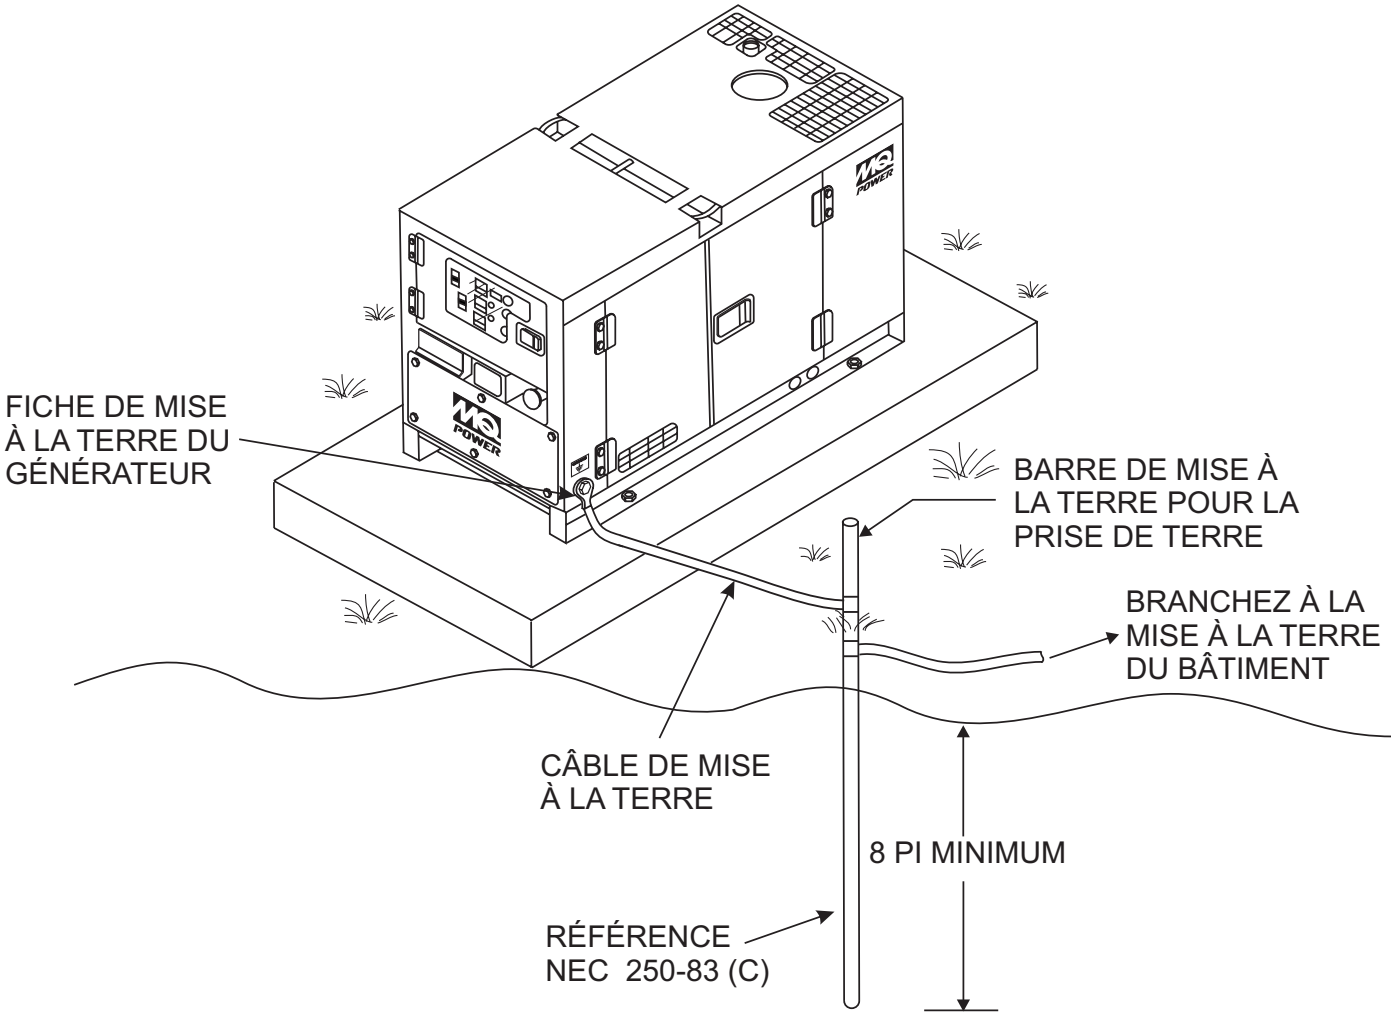

Figure 2. Exemple D'application de Mise à la Terre d'un Générateur
2. Lors de la mise à la masse du générateur (Figure 2), connectez le câble de mise à la terre entre la rondelle de blocage et l'écrou sur le générateur et serrez complètement l'écrou. Connectez l'autre extrémité du câble de mise à la masse à la mise à la terre.